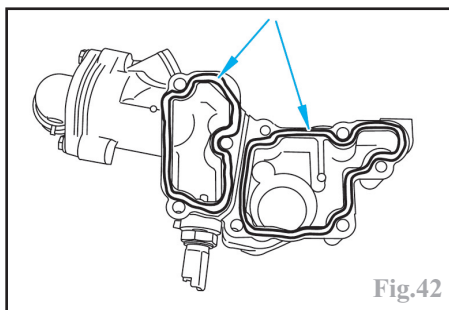

Fig.42
-appliquer sur les plans de joint du boîtier thermostatique un cordon régulier de pâte d'étanchéité appropriée à base de silicone (par exemple **Loctite Autojoint Or**) (Fig.42).